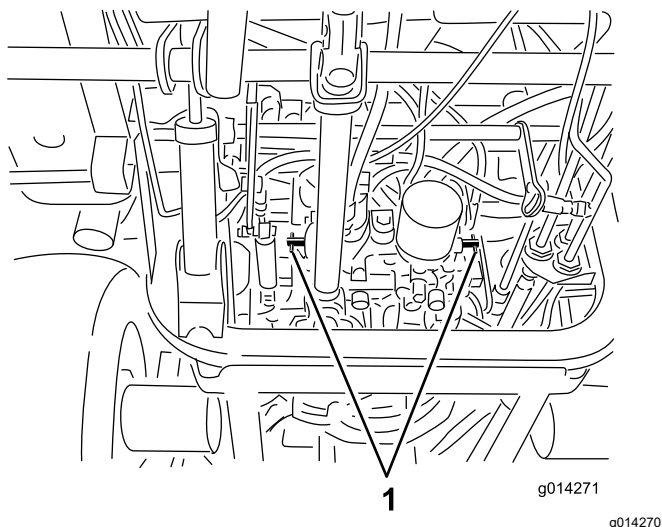

图 26
- 将各个旁通阀分别逆时针旋转 1 圈 图 26。
- 将各个旁通阀分别顺时针旋转 1 圈并用手拧紧 图 26。
2. 如图 26 所示上紧阀门扭矩至约 8N·m。